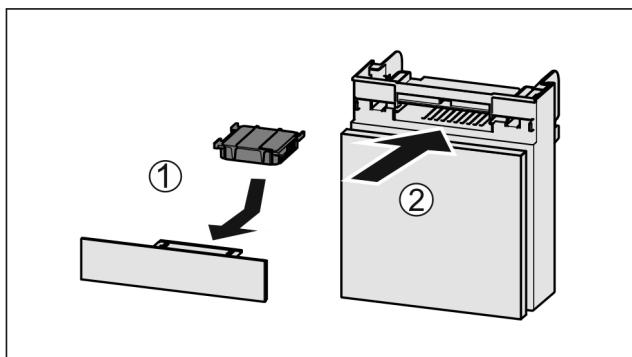

Fig. 89
- Вставити фільтр з активованого вугілля за малюнком Fig. 89 (1).
► Вставити відділення Fig. 89 (2).